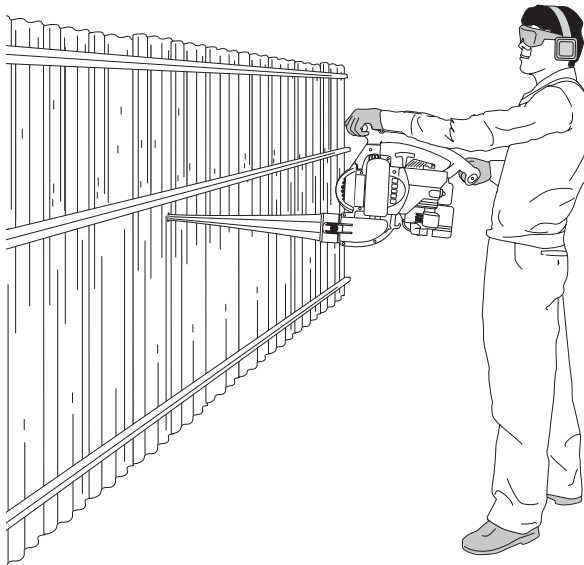

Fig. 15
3. Utiliser la souffeuse pour le nettoyage des murs, surplombs, palissades et moustiquaires (Fig. 15).